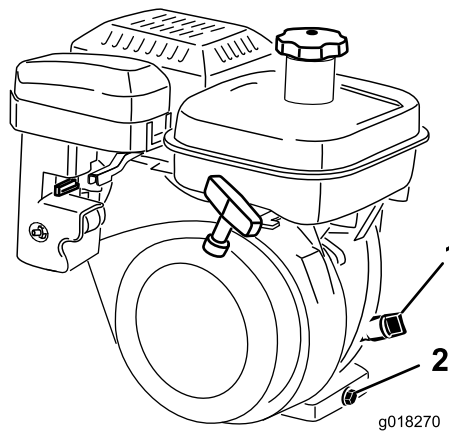

Figure 30
2. Positionnez la machine de sorte que le moteur soit de niveau et nettoyez la surface autour de la jauge d'huile (Figure 30).
3. Dévissez la jauge et retirez-la (Figure 30).
4. Essuyez la jauge sur un chiffon propre et remettez-la dans l'orifice de remplissage, sans la visser. Sortez de nouveau la jauge et vérifiez le niveau d'huile. Si le niveau est bas, ajoutez suffisamment d'huile pour le faire monter entre les repères H et L sur la jauge (Figure 30). Vérifiez le niveau d'huile. Ne remplissez pas excessivement.
2. Placez un bac de vidange sous le bouchon de vidange à l'arrière de la machine (Figure 30). Desserrez le bouchon de vidange.